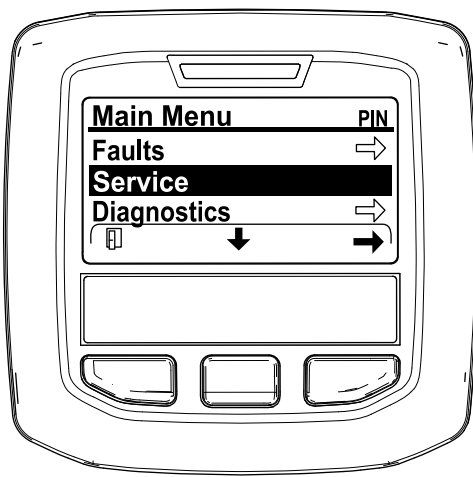

Figura 47
2. Desde el menú PRINCIPAL, pulse el botón central para desplazarse hacia abajo hasta el menú SERVICE (Servicio) y pulse el botón derecho para seleccionar la opción SERVICE (Servicio) (Figura 47).